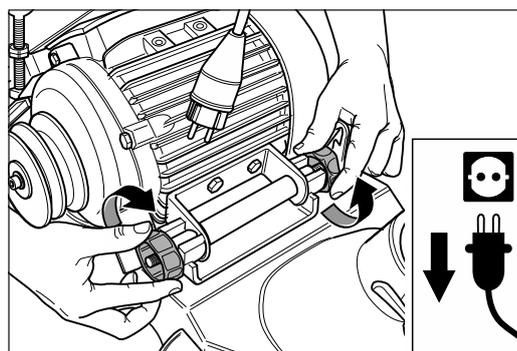

Abb. 39 Die beiden Motormuttern anziehen.
- 5 Ziehen Sie die beiden Motormuttern (Abb. 39) **nur leicht** an.
- 8 Ziehen Sie die beiden Motormuttern fest (Abb. 39).